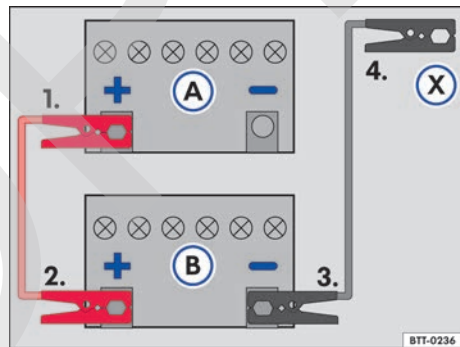

Fig. 153 Esquema para conectar los cables auxiliares de arranque: batería descargada (A) y batería proveedora de corriente (B).
- Conectar un extremo del cable de arranque auxiliar *rojo* al polo positivo → fig. 153 (+) del vehículo con la batería del vehículo descargada (A) → ⚠.
- Conectar el otro extremo del cable de arranque auxiliar *rojo* al polo positivo (+) de la batería que suministra corriente (B) al vehículo.
- Conectar un extremo del cable de ayuda de arranque *negro* al polo negativo (-) de la batería del vehículo que suministra corriente (B) → fig. 153.
- Conectar el otro extremo del cable de arranque auxiliar *negro* (X) en el vehículo con la batería del vehículo descargada en una pieza maciza de metal atornillada firmemente al bloque del motor o en el propio bloque del motor - aunque no cerca de la batería (A) → ⚠.